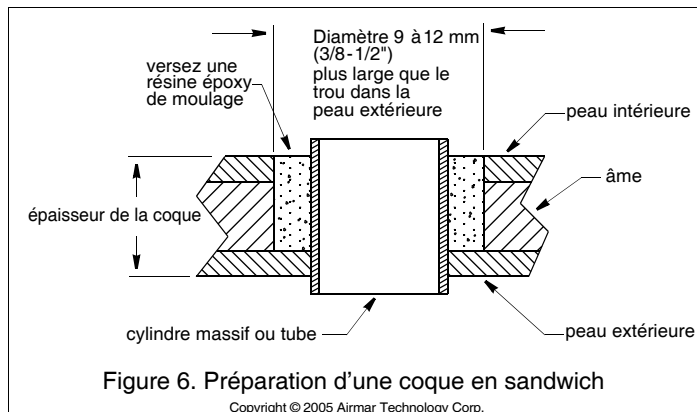

Figure 6. Préparation d'une coque en sandwich
2. À l'aide d'une scie-cloche de 51 mm ou 2", découpez un trou perpendiculaire à la surface de la coque *depuis l'extérieur* dans la peau *extérieure* uniquement (voir Figure 6).